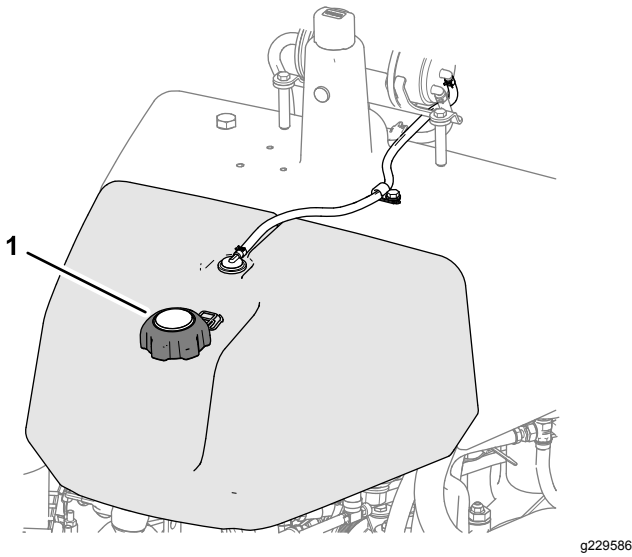

Figura 22
1. Limpie alrededor del tapón de combustible y retírelo (Figura 22).